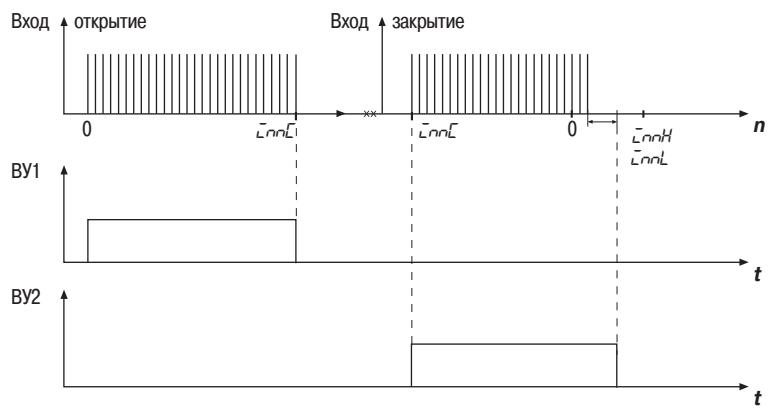

Рис. 8
3.2.9.1.2. При **PrES = 1** – открытое положение определяется по достижении значения счетчика, равному значению параметра **СпоС** (рис.8);